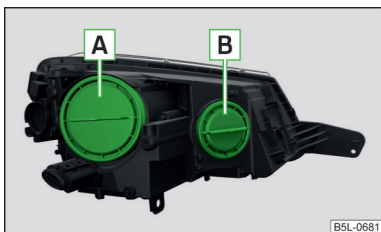

Fig. 195
Descrierea imaginii » fig. 195
› Rotiți capacul de protecție respectiv » fig. 195 la pagina 247, în sens antiorar, și scoateți-l.
- › Introduceți capacul de protecție respectiv » fig. 195 la pagina 247 și rotiți-l în sens orar, până la opritor.